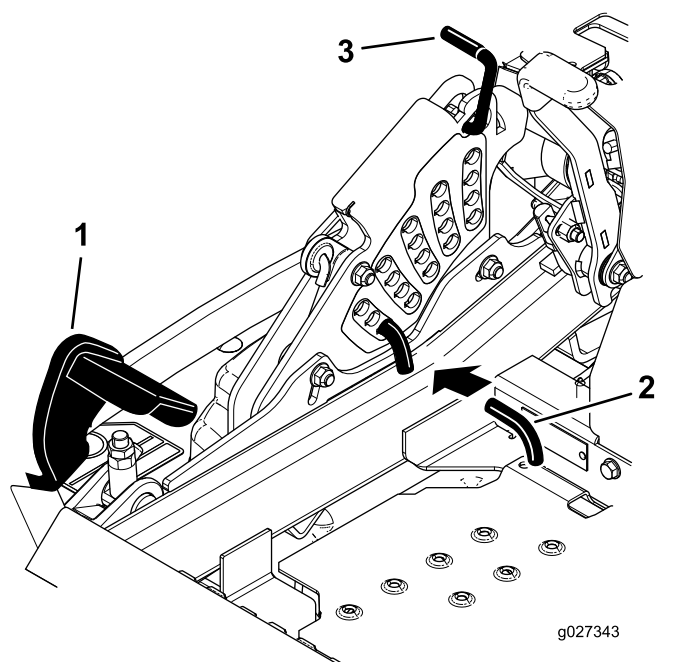

Figura 30
2. Premete il pedale di sollevamento del piatto di taglio e sollevate il piatto in posizione di blocco per il trasporto (corrispondente, inoltre, all'altezza di taglio di 140 mm) come illustrato nella Figura 30.
3. Per regolare, ruotate il perno di 90 gradi e togliete il perno dalla staffa dell'altezza di taglio (Figura 30).
4. Nella staffa dell'altezza di taglio scegliete un foro corrispondente all'altezza richiesta, ed inserite il perno (Figura 30).